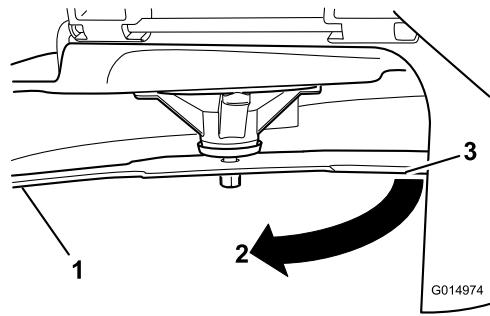

Figure 91
3. Mesurez la distance entre la lame et la surface (A)
4. Tournez la même lame de 180 degrés pour amener le tranchant opposé à la même position (Figure 91).